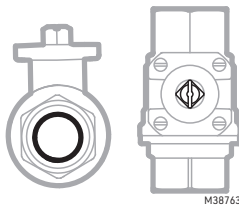

Abb. 3. Beispiel für ein geöffnetes Kugelventil.
- Stellen Sie vor dem Einbau sicher, dass sich das Kugelventil in der Offen-Position befindet, um die Ausrichtung am Stellmotor sicherzustellen. Vgl. Abb. 3.